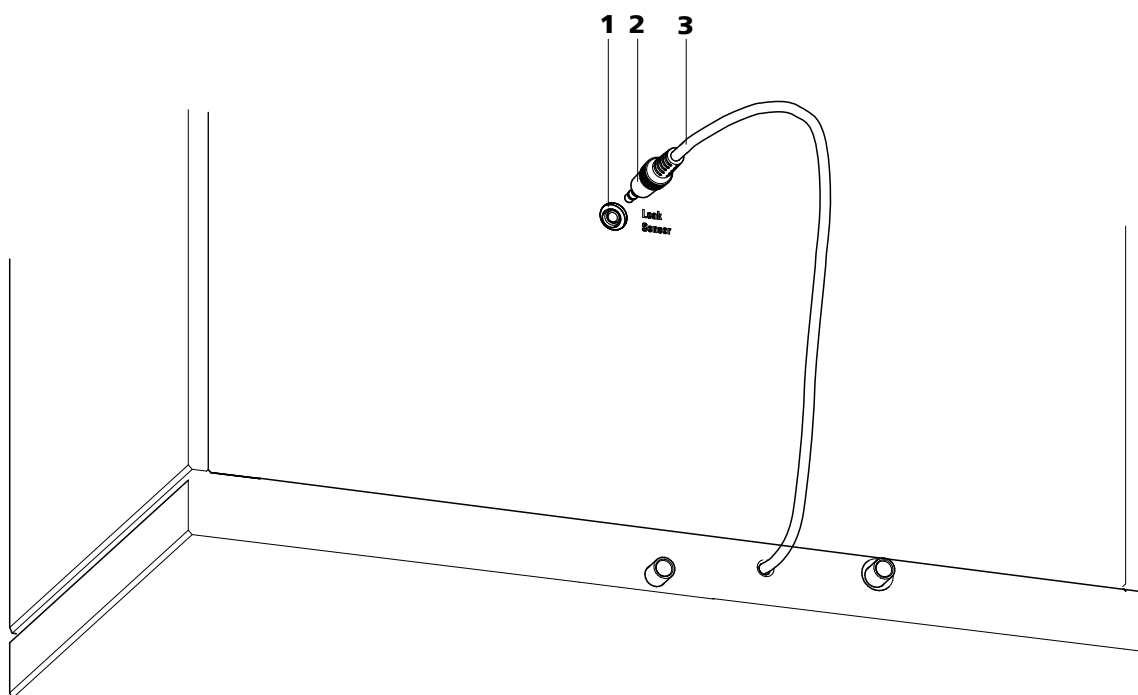

图8 仪器背面的漏液传感器接口
- 1 将漏液传感器连接插头(8-2)插入仪器背面的(8-1)漏液传感器接线盒 (参见图8, 第25 页) 内。